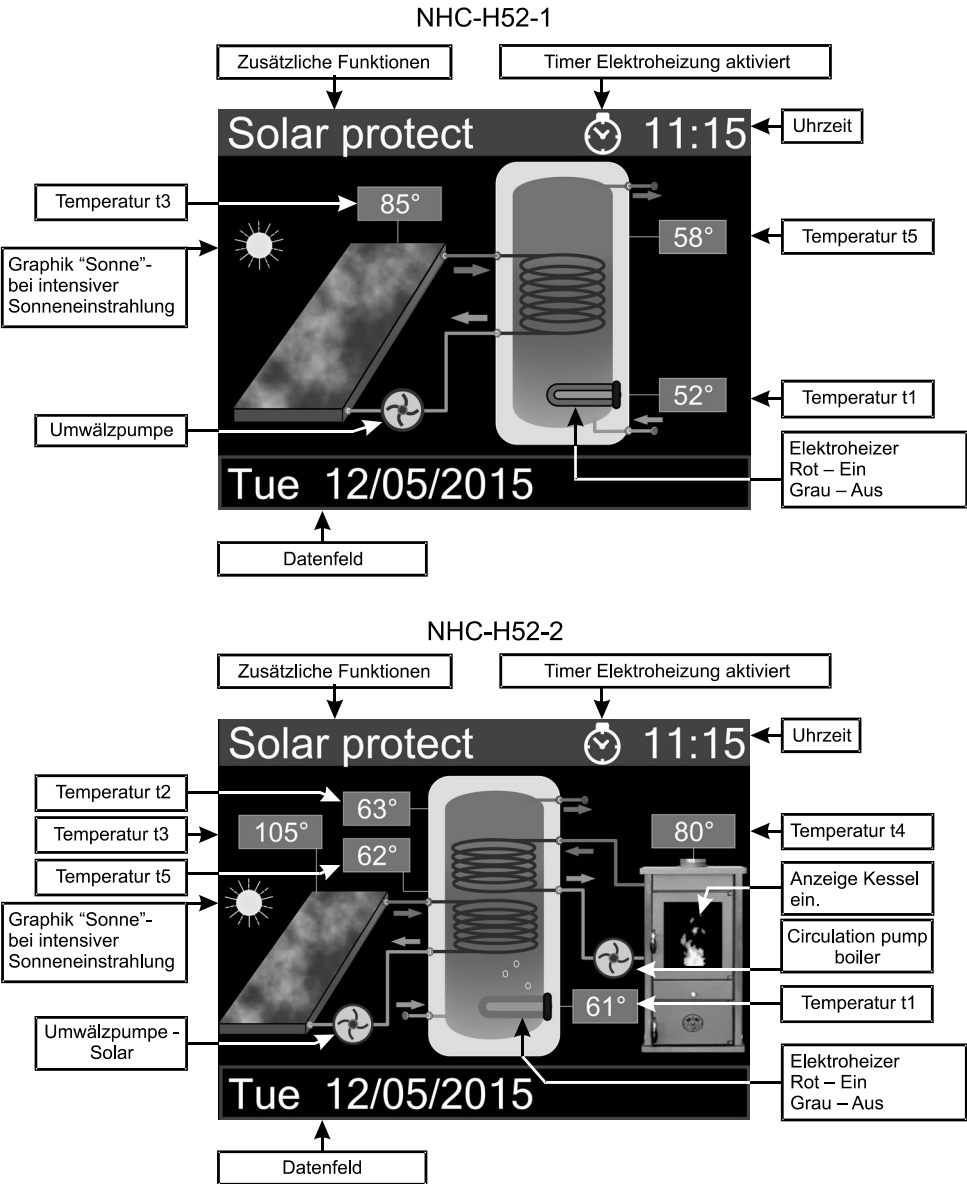

Fig. 3 – Hauptanzeige der Steuereinheiten NHC-H52M-1S / NHC-H52M-2
3.1 Hauptanzeige – Grafiken und Symbole – Fig.3